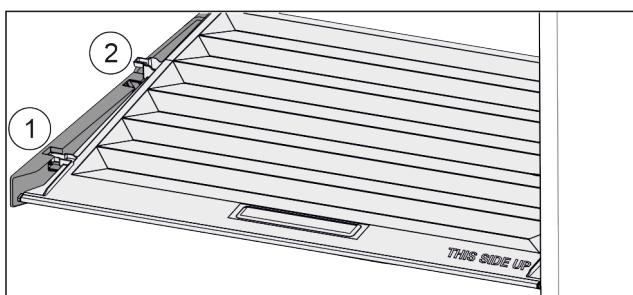

Fig. 135
- Издърпайте напред *Fig. 135 (1)* капака до отвора в задържащите части.
- Повдигнете го отзад отдолу и отстранете *Fig. 135 (2)* нагоре.